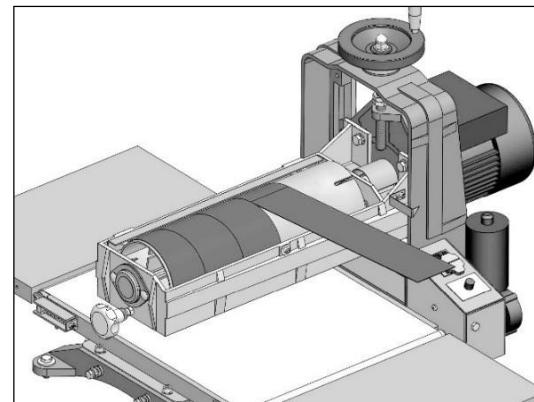

Рисунок 32.
- Удерживая полоску одной рукой, другой рукой вращайте барабан от себя и наматывайте ленту на барабан (рис. 32).